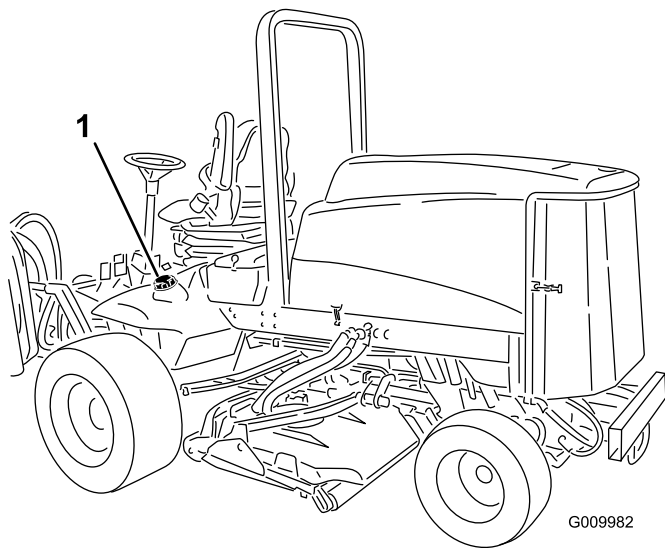

Figure 12
1. Enlevez le bouchon du réservoir de carburant (Figure 12).